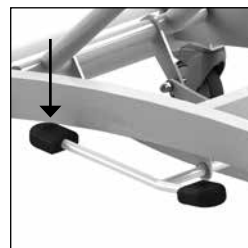

Figure 5 Monter.
- Pour remonter le brancard, actionnez du pied le bras le plus long du pédalier, de manière douce et régulière (Cf. figure 5).